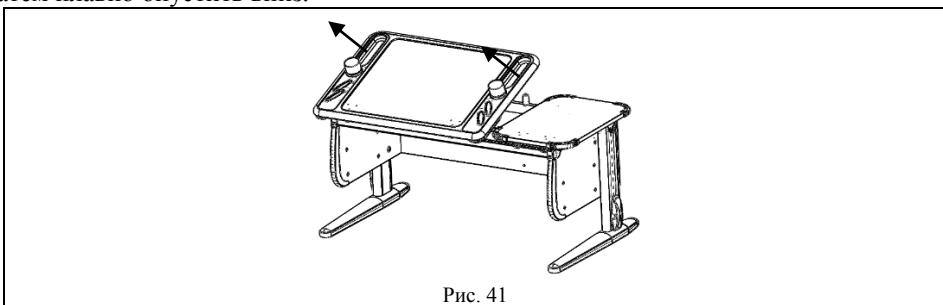

Рис. 41
6.5.1. Приподнять столешницу (держась за дальний левый или правый угол столешницы) на нужный угол наклона. (см. рис. 41)